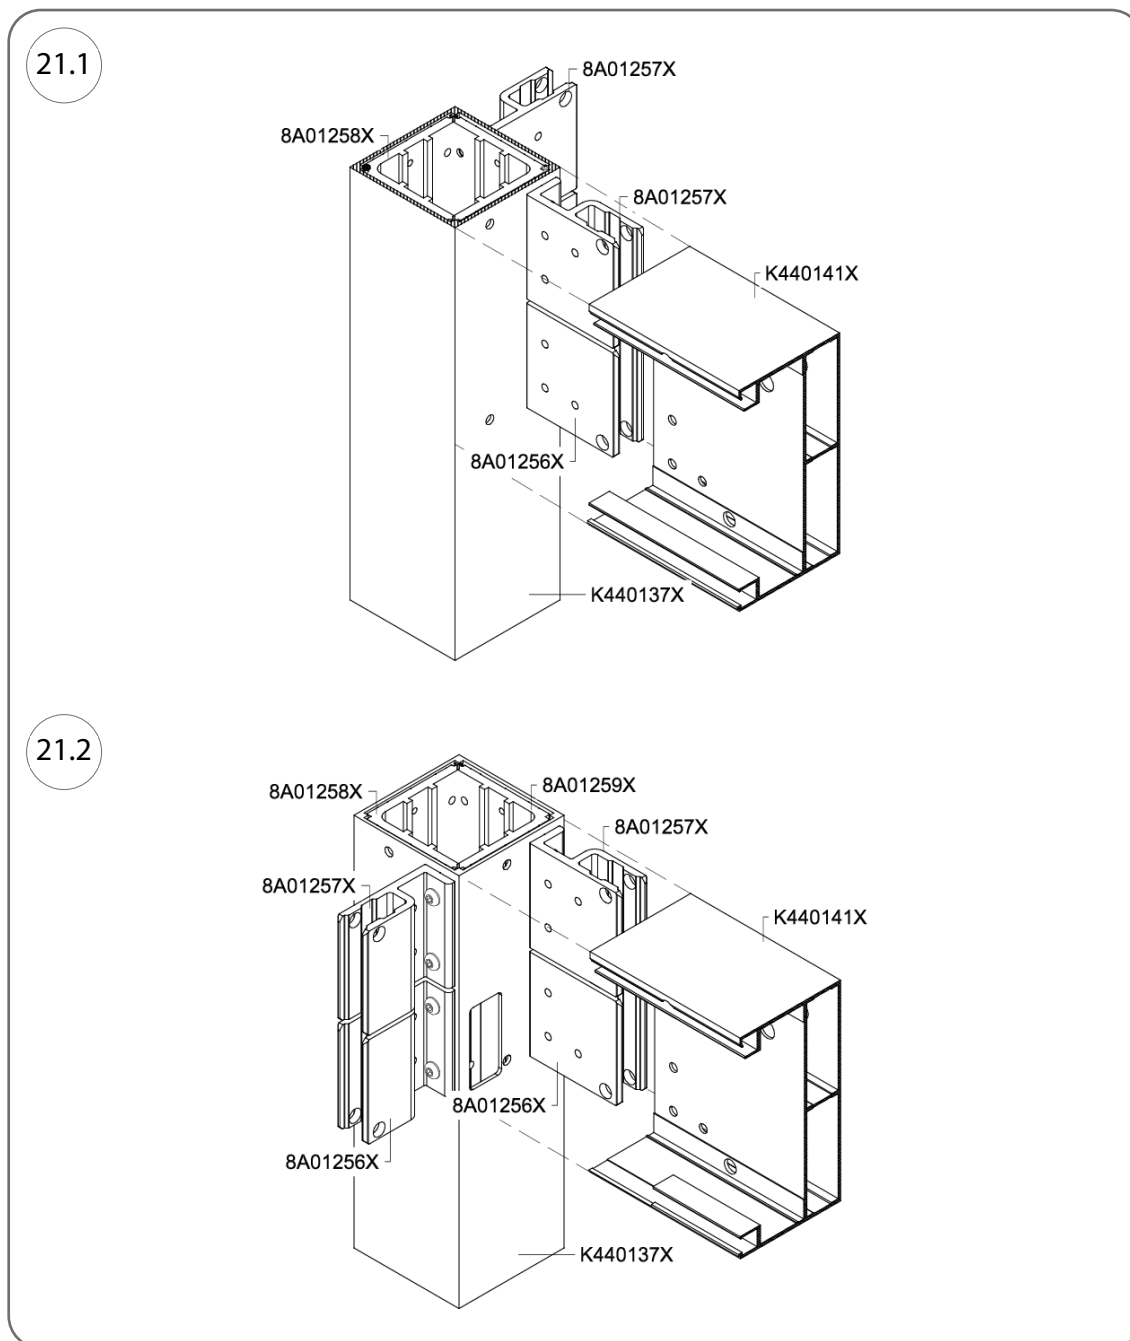
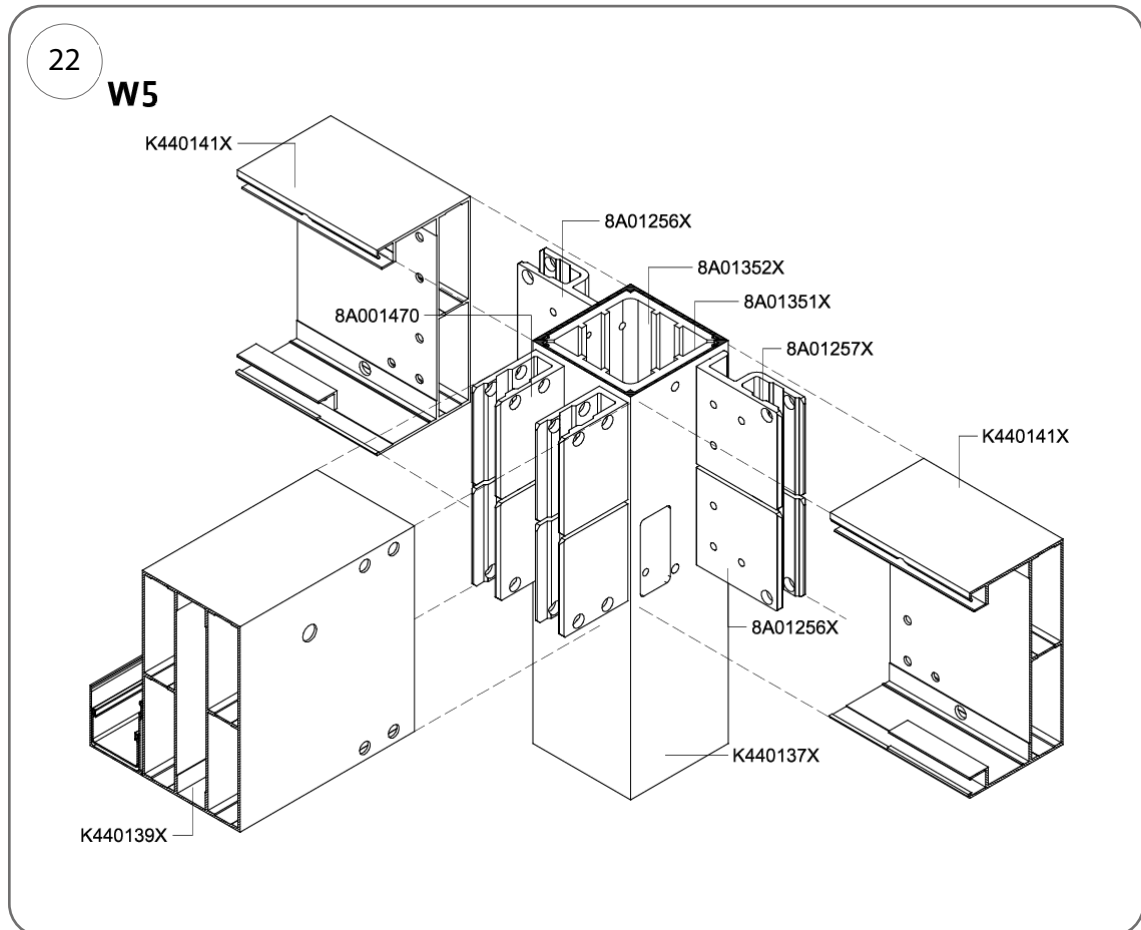
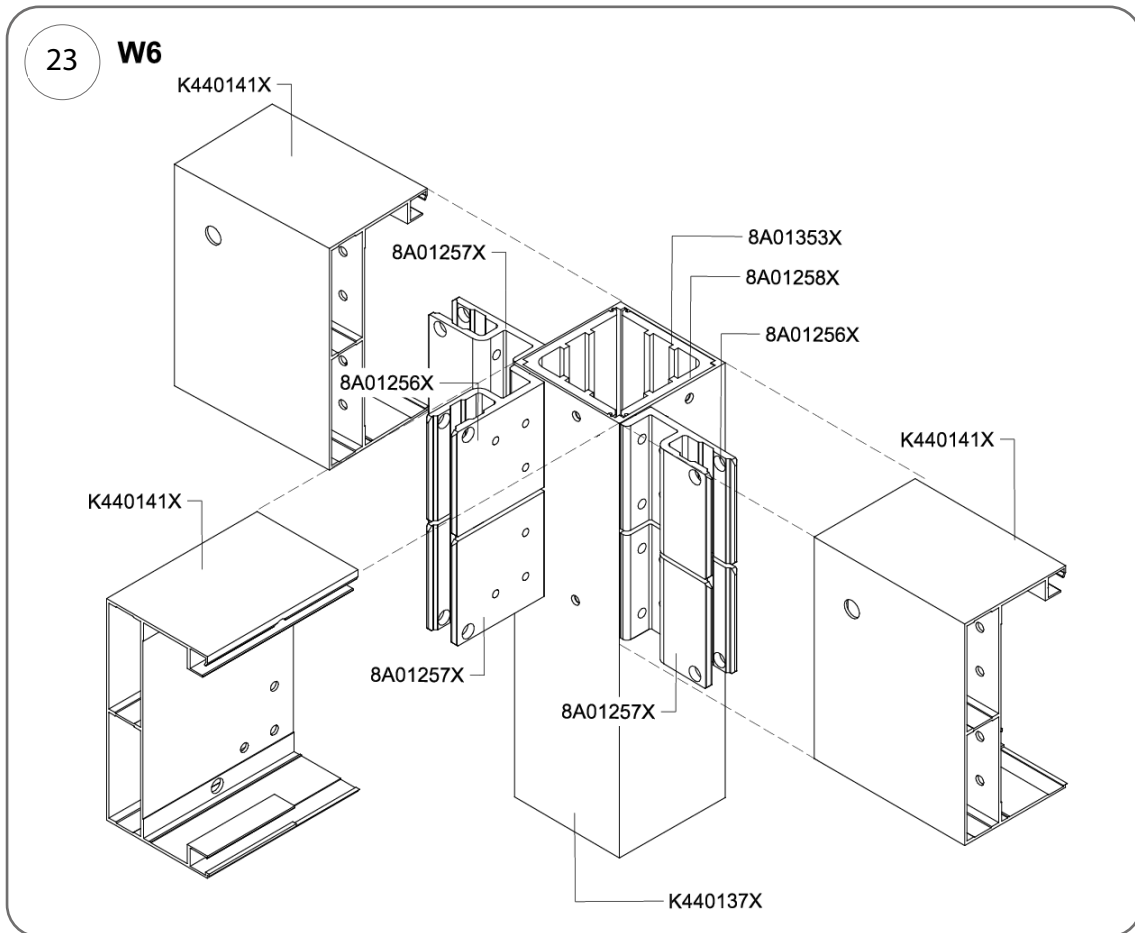

Рис. 21
Рис. 22
Рис. 23
4. Встановіть прогони на кріплення, закріплені відповідно до рис. 22 та рис. 23, щоб з'єднати їх зі стійками.
6. Просуньте болти кат. № 80371262 (M8 x 90 мм) крізь отвори в штирях 8A01260X і вкрутіть їх у стінки з'єднувачів стовпів кат. № 8A01258X (ліворуч) або 8A01259X (праворуч) у вузлах W2 та W4, або у з'єднувачі кат. № 8A01353X та 8A01258X у випадку вузла W6 (рис. 23) з проміжною ригельною балкою, двопролітною поздовжньою перголою.
1. Покладіть прогони на кріплення, закріплені відповідно до рис. 21, рис. 22 та рис. 23, щоб з'єднати їх зі стійками.